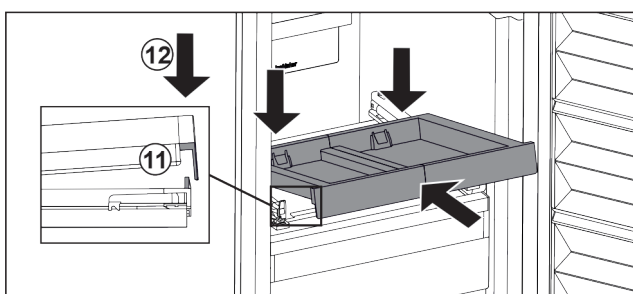

Fig. 22
- ▶ Zasuňte ju šikmo. Dbajte na to, aby sa na oboch stranách doraz nachádzal za sponou. Fig. 22 (11)
- ▶ Zložte vyťahovaciu poličku vpredu. Fig. 22 (12)